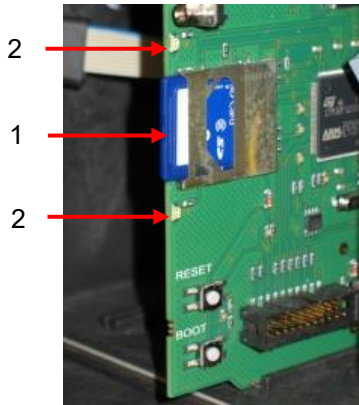

Figura 16
Insira o cartão SD na ranhura fornecida (1), como mostra a Figura 16.